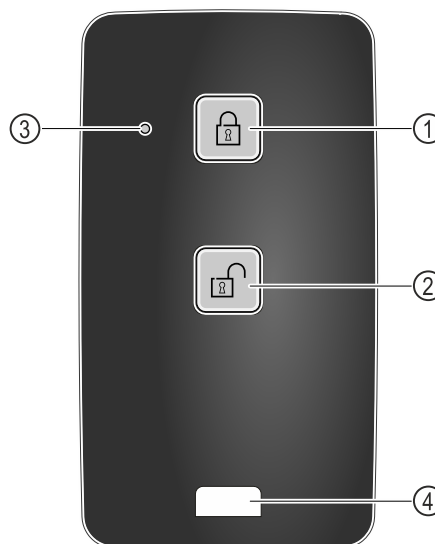

Fig. 139
- ▶ Tryk på knappen Fig. 139 (1) på fjernbetjeningen.
- ▶ Tryk på knappen Fig. 139 (2) på fjernbetjeningen.
- ▶ Status-LED'en Fig. 139 (3) giver en optisk tilbagemelding, når der trykkes på knappen.
- ▶ Øje Fig. 139 (4) til fastgørelse af fjernbetjeningen, f.eks. i et nøglebundt.